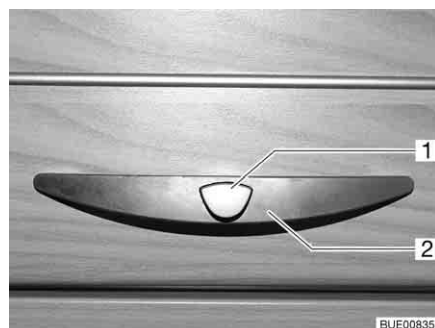
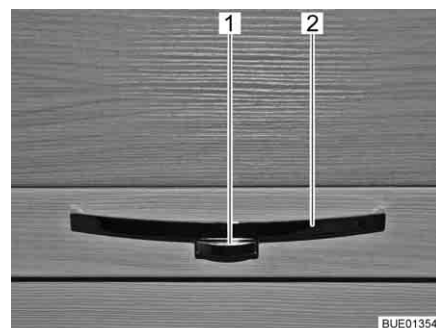

Bild 53 Möbelklappe mit Griff (Beispiel)
Bild 54 Möbelklappe mit Griff (Beispiel)
- Den Entriegelungsknopf (Bild 53,1 oder Bild 54,1) am Griff (Bild 53,2 oder Bild 54,2) drücken und gedrückt halten.